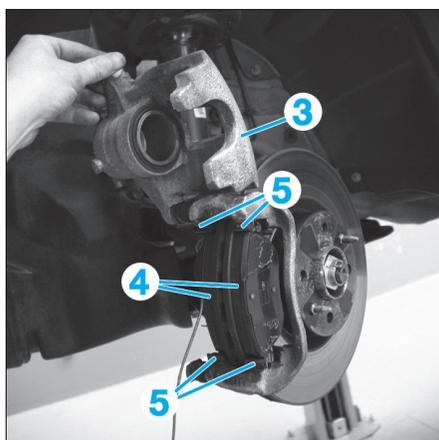

Fig. 2
- Basculer l'étrier (3) vers le haut et le maintenir dans cette position (**Fig.2**).
- Extraire les plaquettes de frein (4).
- Déposer les quatre agrafes (5).